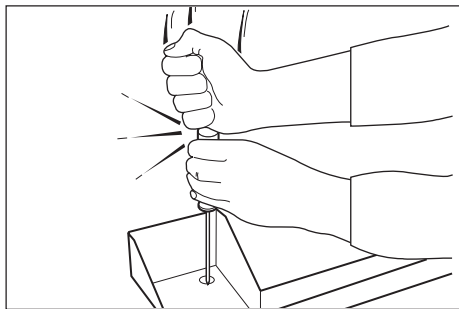

Fig. 8
- Forzare il diaframma della vaschetta raccogli-gocce fino a romperlo (Fig. 8), controllare che il foro coincida con l'imbuto raccogli-gocce. In caso contrario spostare la macchina fino a farli coincidere.